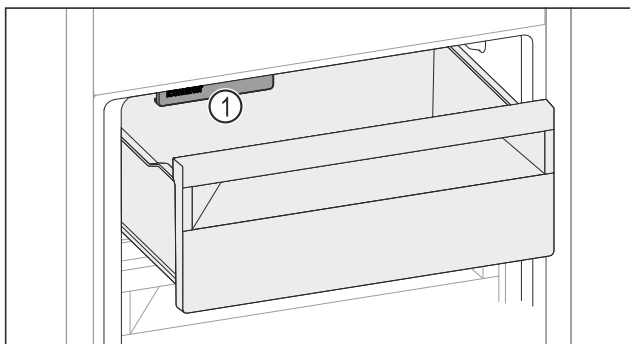

Fig. 266
- Stavite živežne namirnice u ladicu. Kada živežne namirnice stavite u lijevu stranu ladice: Uzmite u obzir IceMaker Fig. 266 (1).